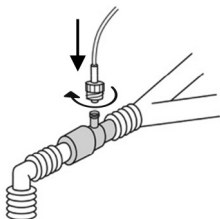

Abbildung 1
2. Den Atemwegadapter mit dem proximalen Ende des Atemkreises zwischen dem Endotrachealtubus und dem Y-Stück des Beatmungsgeräts verbinden, wobei der Atemwegadapter nach oben zeigen muss, wie in Abbildung 1.